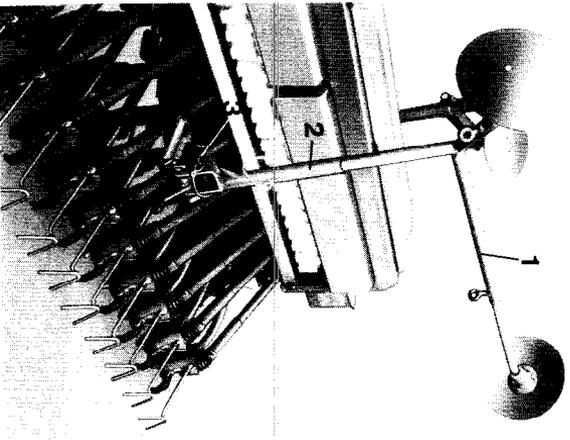

Fig. 68
Au transport, goupiller l'axe (fig. 68/3) qui raccorde entre eux le jalonneur de pré-levée (fig. 68/1) et son support (fig. 68/2).
**Lors de parcours sur voies publiques**, démonter les disques traceurs avec leurs supports (fig. 68/1).